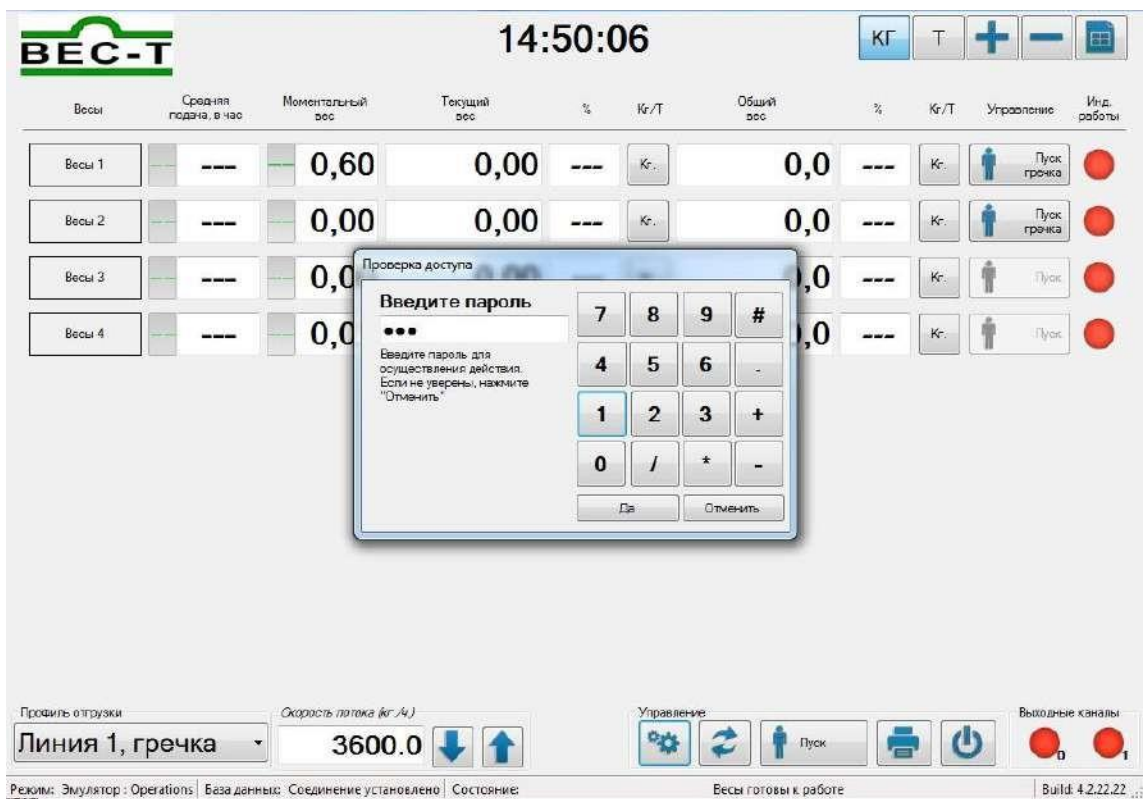

Рисунок 1.11
- 3.2.2. В окне запроса пароля, представленном на Рис. 1.11, введите пароль Калибровки (см. раздел Пароли Паспорта на изделие) и нажмите кнопку <ДА>;